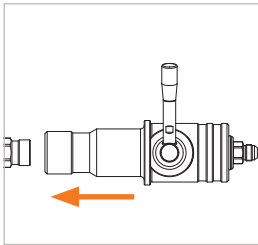

Figure 10
- ▶ Insérez le réceptacle de service WEH® sur le nozzle de ravitaillement jusqu'en butée et maintenez le nozzle dans cette position (position OFF) (Figure 10).